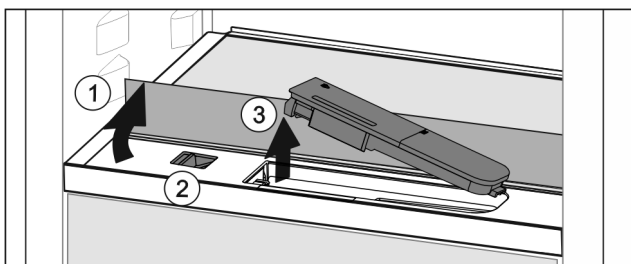

Fig. 104
- ▶ Podignite staklenu ploču i otklopite je do graničnika prema natrag Fig. 104 (1).
- ▶ Pomaknite Fig. 104 (2) klizač ulijevo.
- ▶ Izvadite spremnik za vodu Fig. 104 (3).